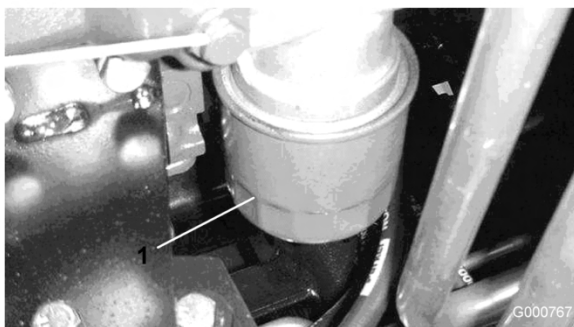

図 43
2. オイルフィルタ（図 43）を外す。新しいフィルタのシールに薄くエンジン・オイルを塗って取り付ける。締めすぎないこと。